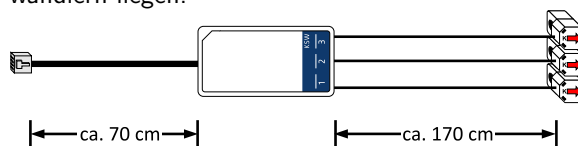

Abbildung 6.2: Leitungslängen Stromwandler
- Die beiden Stromwandler [5] sind jeweils mit drei Klappstromwandlern verbunden. Die Leitungslänge zwischen Stromwandler und den Klappstromwandlern beträgt ca. 170 cm (→ Abbildung 6.2). Daher dürfen die beiden Messstellen (Verbrauchs- / Erzeugungsmessung) nicht zu weit entfernt von den Stromwandlern liegen.